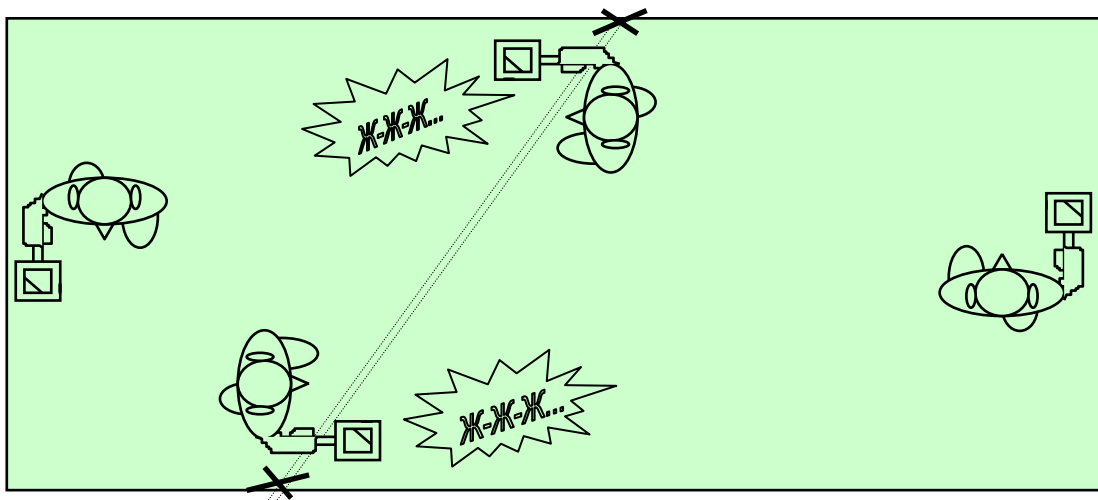

Рис. 2. Поиск подземных коммуникаций.
5.5. Для обследования территории оператор обходит обследуемый участок по периметру, направив ТКИ так, чтобы ось, проходящая через оба датчика была параллельна обследуемой стороне периметра (рис. 2).